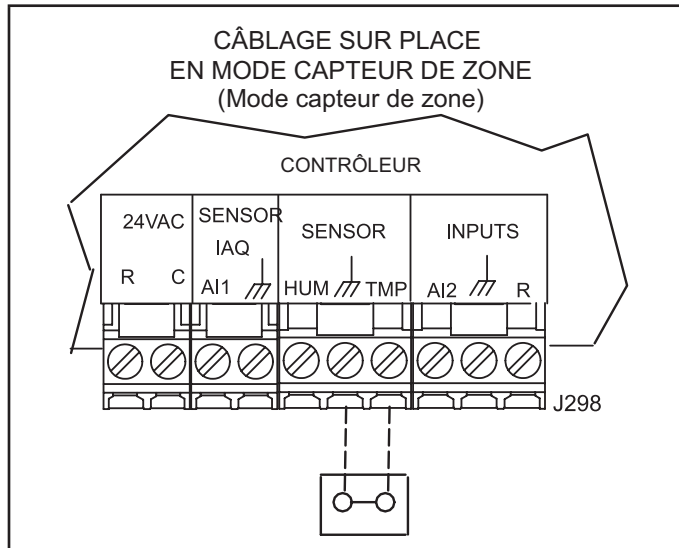

**FIGURE 8**
Le contrôleur de l'unité fait fonctionner deux stades de chauffage et de climatisation en fonction de la demande du thermostat. Installer le thermostat conformément aux instructions fournies avec le thermostat. Voir FIGURE 8 pour le câblage sur place et se référer aux schémas de câblage sur l'unité.
- 2 - Effectuer les connexions de câblage comme indiqué à la FIGURE 8 pour le mode thermostat ou à la figure 10 pour le mode capteur de zone. En outre, connecter un capteur d'humidité ou une entrée de déshumidification. Se reporter à la FIGURE 10 ou FIGURE 11 pour le câblage du capteur d'humidité ou à la FIGURE 12 pour le câblage de l'entrée de déshumidification.